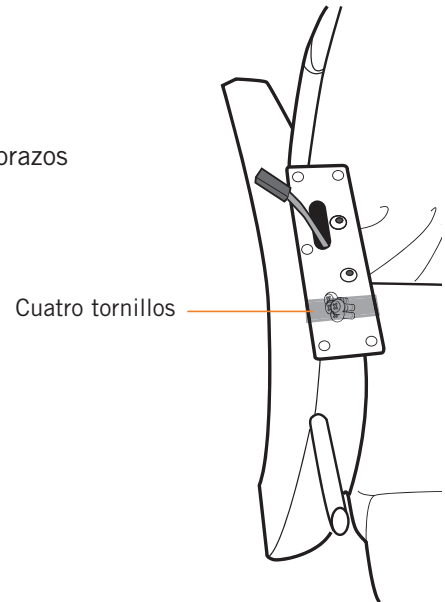

Fig.5
1. Retire los cuatro tornillos adheridos a la parte superior del apoyabrazos derecho (Fig.5).